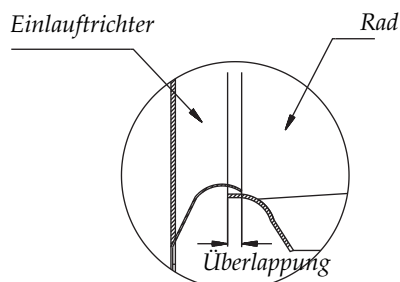

Abb. 4. Skizze der Überlappung
- Fehlende oder zu große Überlappung zwischen Rad und Einlauftrichter, siehe Tabelle 6 und Abbildung 4.